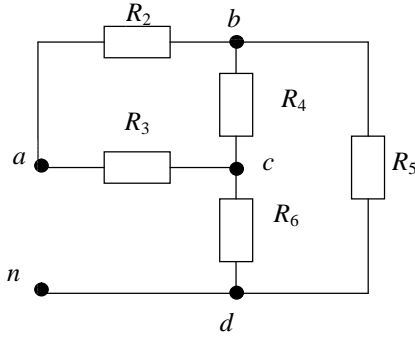
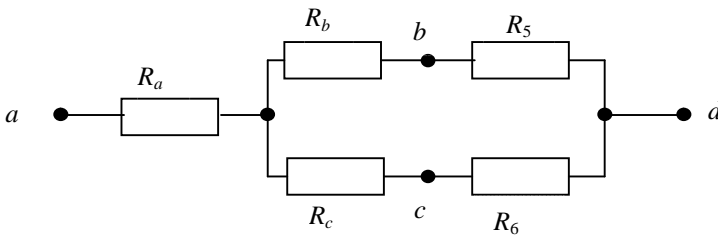

Рис. 2.40
Рис. 2.41
2. Определить входное сопротивление $R_{вх}$ всей схемы по отношению к разомкнутым зажимам при закороченных ЭДС (рис. 2.40).
Схему на рис. 2.40 преобразовать в схему на рис. 2.41 с последовательно-параллельным соединением сопротивлений.